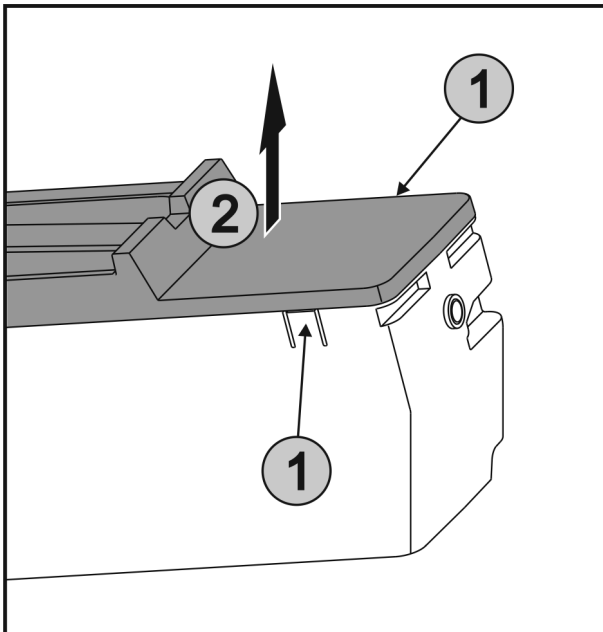

Fig. 57
- ▶ Натиснете едновременно езичетата Fig. 57 (1) от двете страни на EasyTwist-Ice и свалете капака Fig. 57 (2) нагоре.